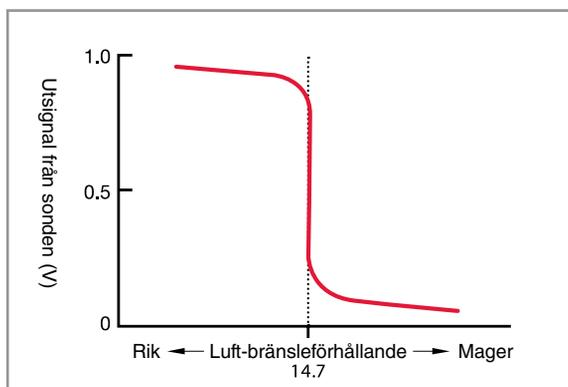

Bild 6: Utsignal från en zirkoniumsond.
- > **Zirkoniumsonden** avger en låg spänning mellan 0 V och cirka 0,8 V, och växlar mellan låg och hög omkring lambda 1,00 (bild 6).